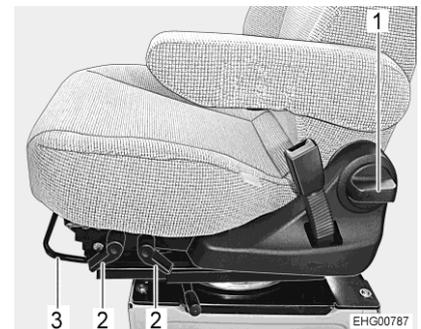

Fig. 21 Regolazione del sedile
- Tirare la staffa (Fig. 21,3) verso l'alto.
- Tirare la leva anteriore o posteriore (Fig. 21,2) verso l'alto. Con la leva anteriore regolare l'angolo di inclinazione anteriore. Con la leva posteriore regolare l'angolo di inclinazione posteriore.
- Ruotare la maniglia girevole (Fig. 21,1). A seconda della direzione di rotazione lo schienale si muove in avanti o indietro.